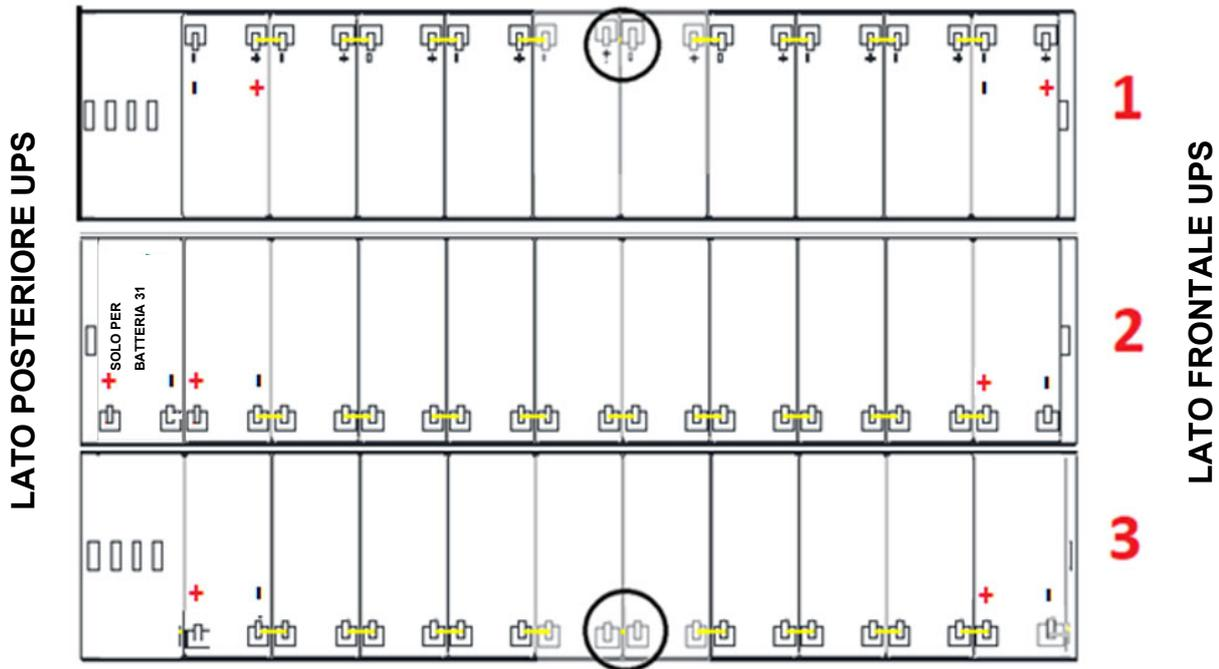

Figura 14 - Vista dall'alto Piano N°1
5) Sul Piano n°1 inserire i cassetti n°1-2-3 rispettando la posizione come dimostrato in figura 14.